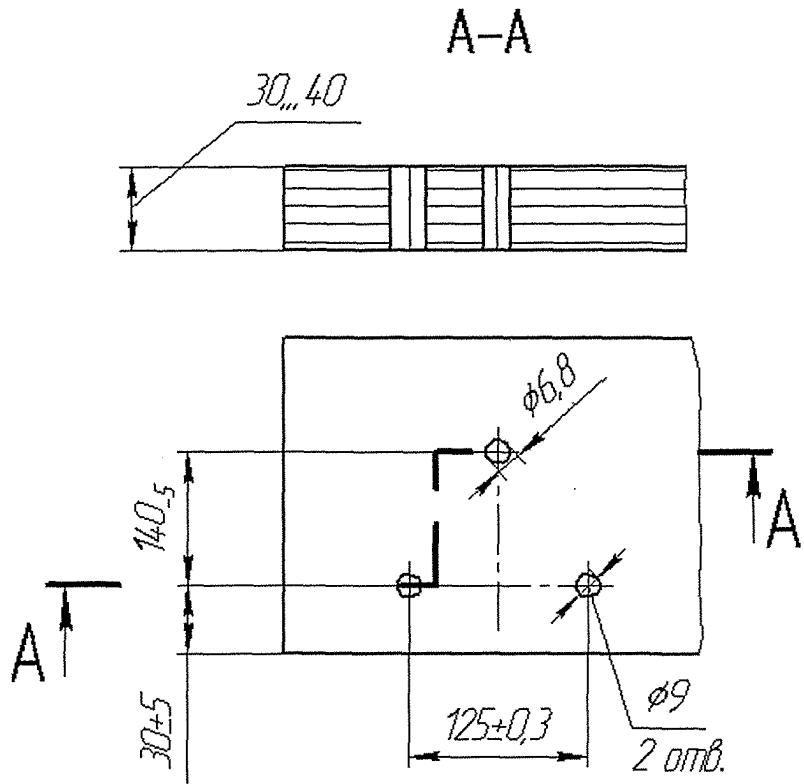
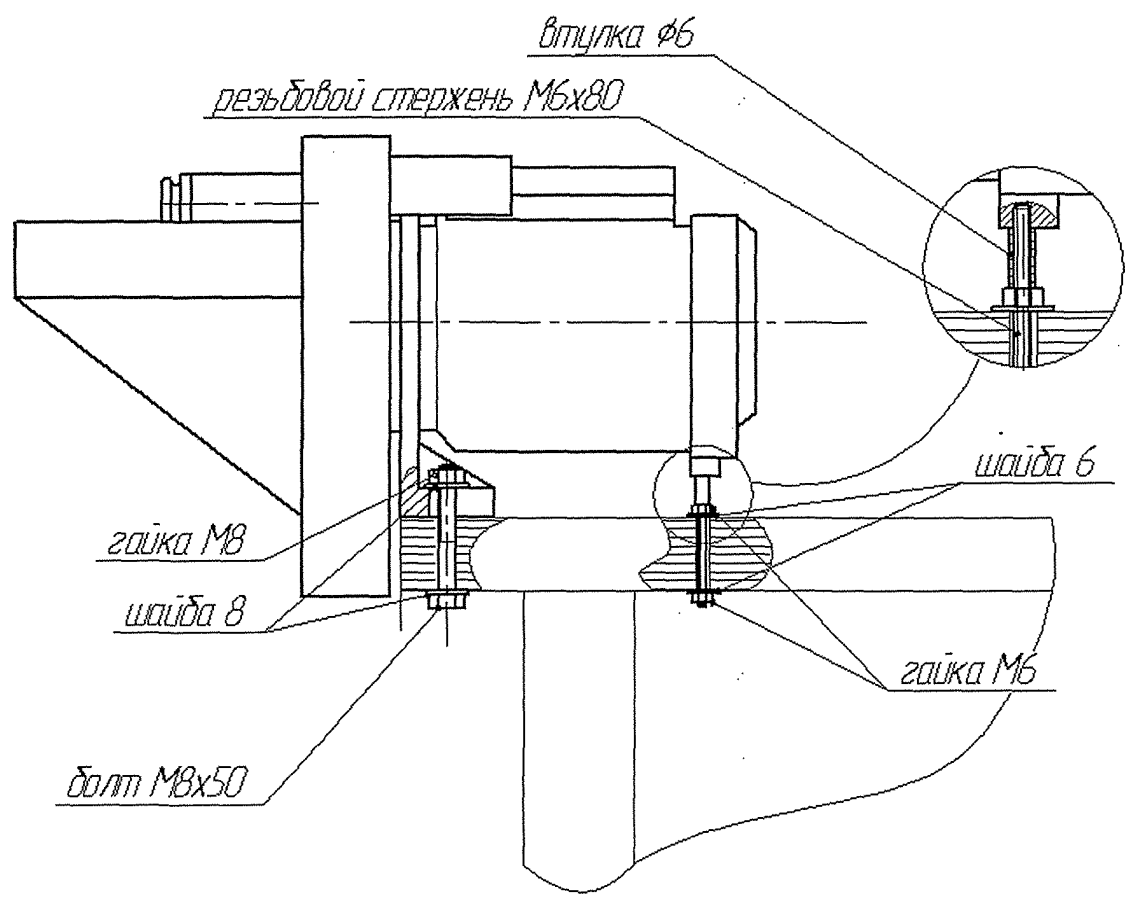

Рисунок 4 – Размещение отверстий для установки измельчителя на столе
Рисунок 5 - Крепление измельчителя к столу.
6.1 Перед началом работы необходимо закрепить измельчитель на краю стола, тумбы или верстака, обеспечивающие его устойчивость при работе с помощью крепежа, входящего в комплект монтажных частей. Расположение монтажных отверстий стола приведено на рис.4, крепление измельчителя – на рис. 5.